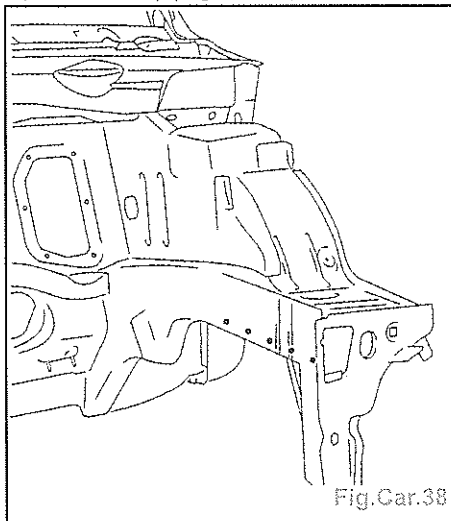

Fig.Car.38
- Souder par points électriques (équipement BA3) (Fig.Car.38).